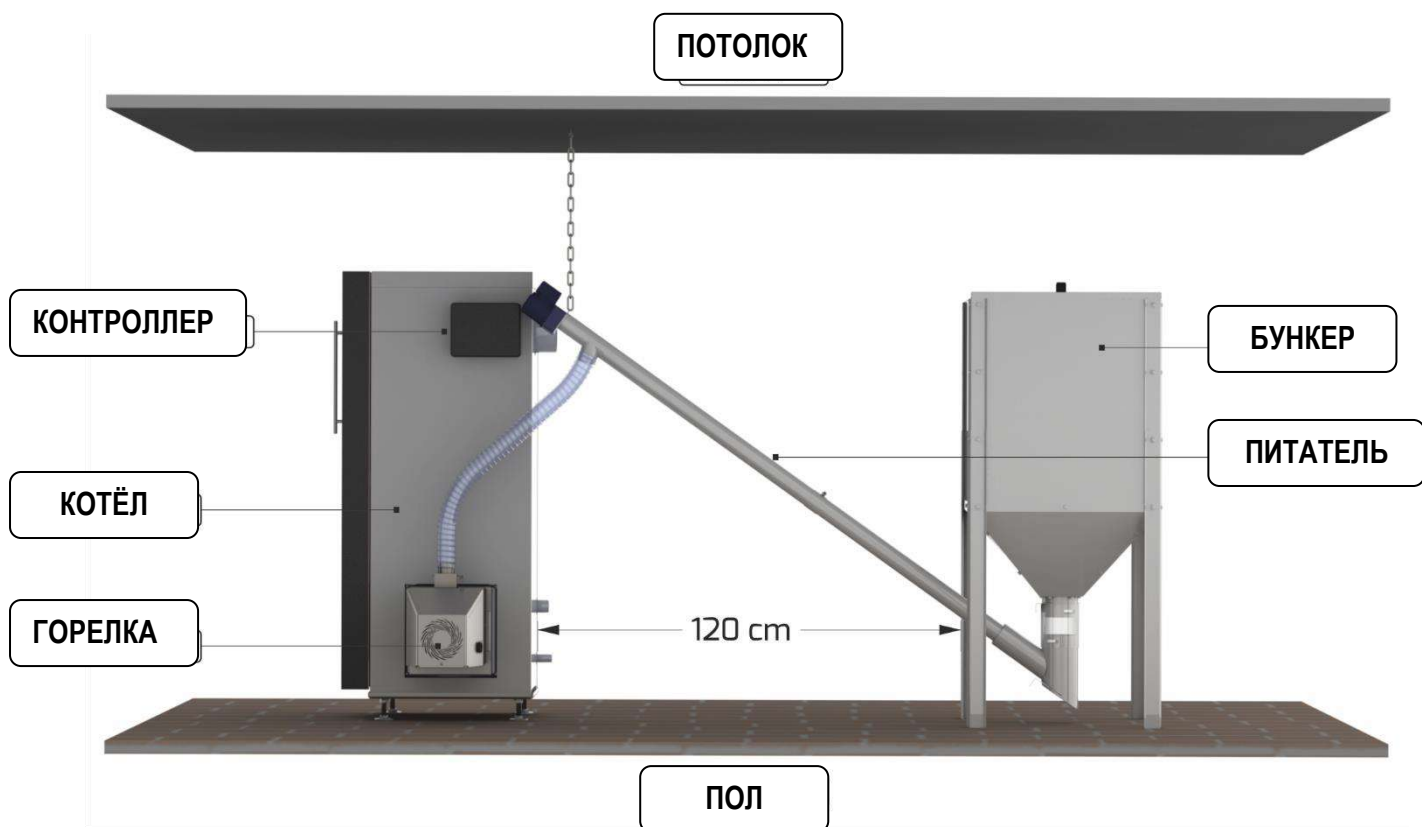

Рис. 8. Схема котельной установки.
Бункер для топлива может быть изготовлен из любого негорючего материала, например, из листовой стали, он может иметь любую ёмкость и должен находиться на соответствующем расстоянии от горелки (рис. 8). К топливному бункеру в нижней его части монтируется шнековый питатель в защитной трубе. Наклон питателя не должен превышать 45° по отношению к основанию. Сверху бункер должен быть прикрыт крышкой, которая защитит шнековый питатель от повреждения отходами. Запрещаются какие-либо манипуляции на дне бункера во время работы питателя, так как это грозит телесными повреждениями – травмой пальцев руки. Необходимо помнить о пополнении бункера топливом – пеллетами перед запуском горелки. Нельзя засыпать в бункер влажное или распадающееся топливо. Это может привести к проблемам в работе горелки – блокировке питателя.
3. Подключение питателя, рис. 8